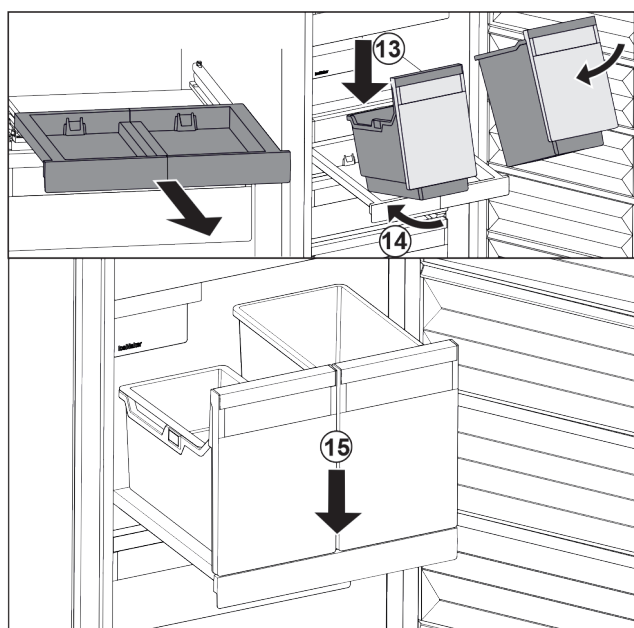

Fig. 200
- ▶ Nasadte nádobu šikmo na vysouvací desku. Fig. 200 (13)
- ▶ Zasuňte nádobu šikmo dozadu. Fig. 200 (14)
- ▶ Usadte vpředu nádobu. Fig. 200 (15)